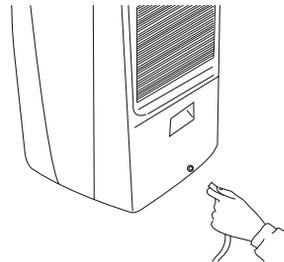

fig. 3
3. Fije una manguera en la boquilla correspondiente (fig.3).